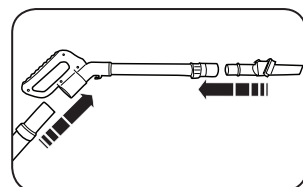

Fig. 3
3. Raccordez la sortie du tuyau d'aspiration à l'avant du tuyau de la poignée et l'outil souhaité à l'extrémité du tube de la poignée (Fig. 3).